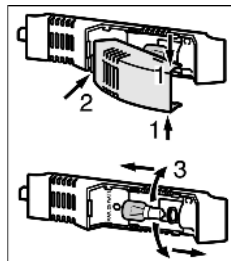

Fig. 14
- ▶ Saisir la protection d'ampoule en haut et en bas Fig. 14 (1).
- ▶ Déclipser à l'arrière et détacher la protection d'ampoule Fig. 14 (2).
- ▶ Remplacer la lampe Fig. 14 (3).